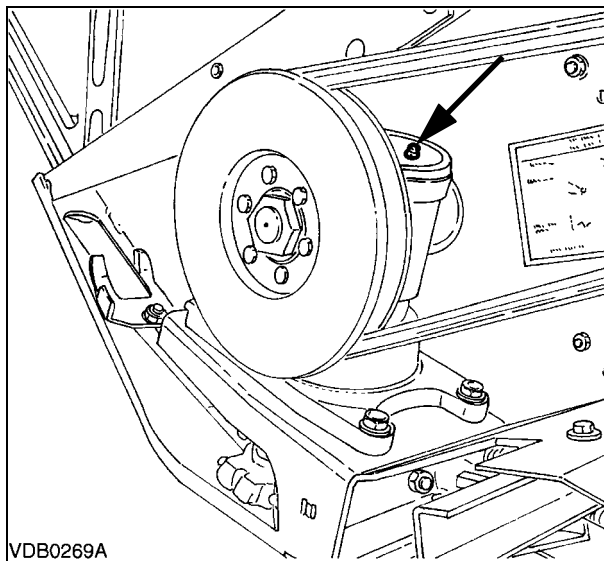

Рис. 8
4.) ПОТЕНЦИОМЕТР (для системы GSAX) - Рис. 8